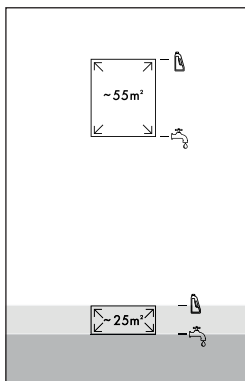

Afb. 6
- ♦ Pak het schoonwaterreservoir **11** vast bij de greepvlakken op de zijkanten en trek het omhoog uit het apparaat (zie afb. 6).